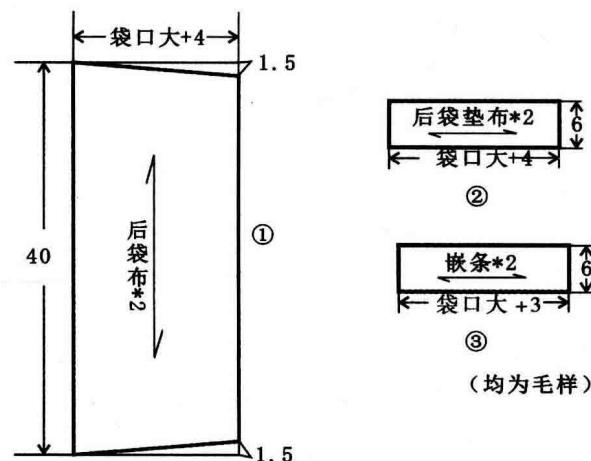

图 1.1-4 后嵌线口袋布、袋垫、嵌条纸样设计
后片口袋布(见图 1.1-4-①): 后片口袋布宽为口袋大+4cm, 长 40cm。
袋垫布(见图 1.1-4-②): 长为口袋大+4cm; 宽为 6cm。
嵌条(见图 1.1-4-③): 长为口袋大+3cm; 宽为 6cm。